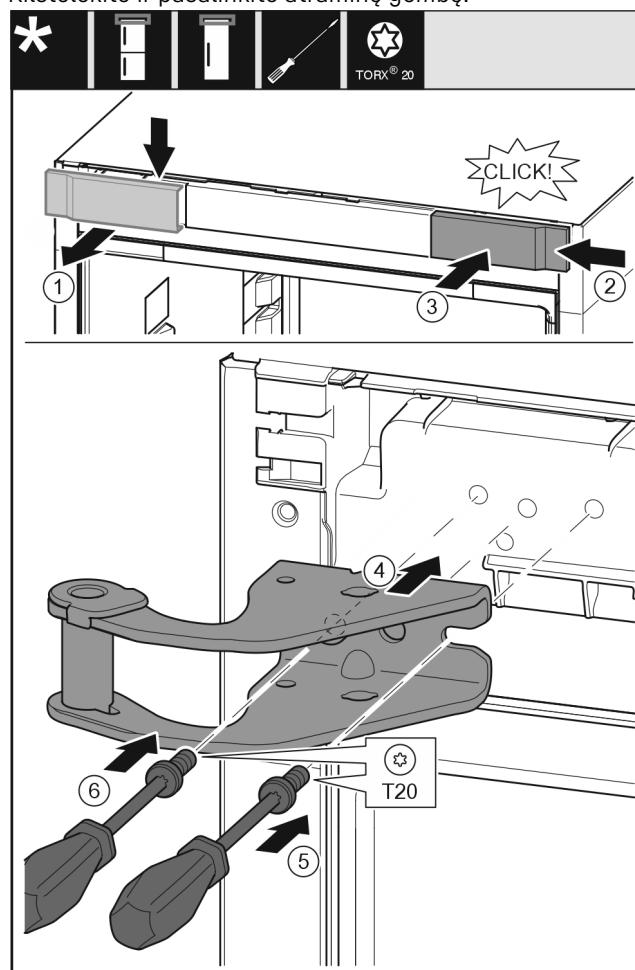

Fig. 10
- ▶ Nuimkite dengiamają plokštelię iš viršaus į priekį. Fig. 10 (1)
- ▶ Dengiamają plokštelię, pasukę 180°, užkabinkite kitoje puseje iš dešinės. Fig. 10 (2)
- ▶ Užfiksukite dengiamają plokštelię. Fig. 10 (3)
- ▶ Uždėkite viršutinę atraminę gembę. Fig. 10 (4)
- ▶ Ikiškite varžtą atsuktuvu T20 ir tvirtai prisukite. Fig. 10 (5)
- ▶ Istatykite varžtą atsuktuvu T20 ir tvirtai prisukite. Fig. 10 (6)